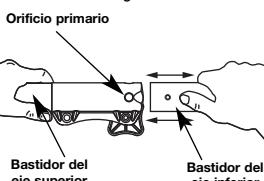

Fig. 14
- Mientras sostiene el bastidor del eje superior con firmeza, tire del accesorio de corte o accesorio en línea recta fuera del acoplador Rapid-Link™ (Fig. 14).
- Mientras sostiene el accesorio con firmeza, empujelo en línea recta en el acoplador Rapid-Link™ (Fig. 14).